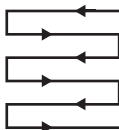

Fig. 16
5. Cortar en líneas ligeramente superpuestas. El patrón más efectivo para cortar el césped son las líneas rectas a lo largo de uno de los lados. Esto mantendrá las líneas parejas y asegura que todo el césped sea cortado sin dejar ningún sitio (Fig. 16).